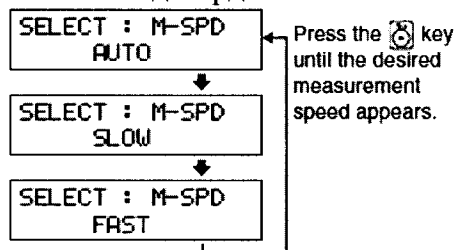

Рисунок 12
8.2.2.3 Выбрать скорость измерения. Для этого нажать кнопку «MENU», затем на кнопку  и нажимать до тех пор, пока на дисплее не появится надпись «Measurement speed», подтвердить выбор кнопкой , чтобы открыть экран выбора скорости измерения (рисунок 12). Выбрать режим «AUTO» и подтвердить кнопкой .